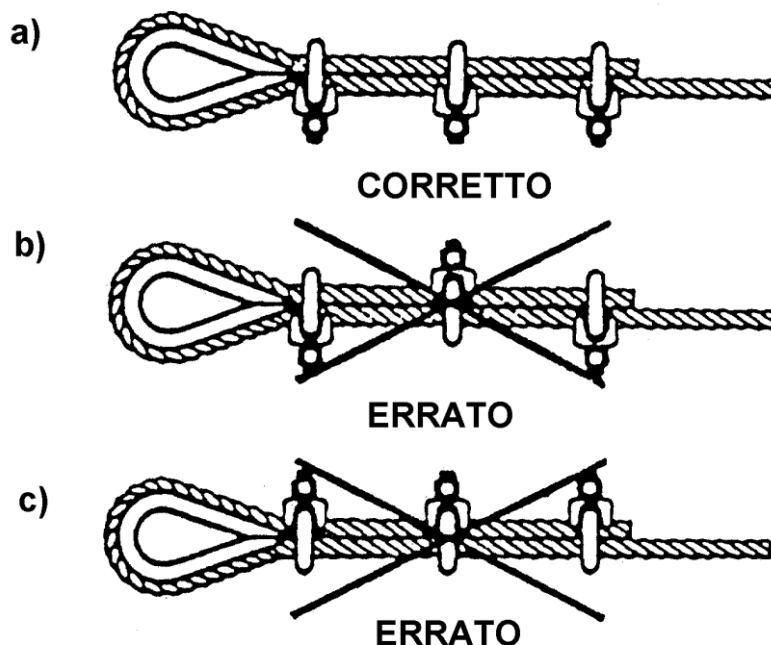

Fig. 7
- montare altri due morsetti, in modo tale che la distanza tra i vari morsetti sia di 10 volte il diametro del cavo; la disposizione corretta degli stessi è riportata in Fig. 7-a.